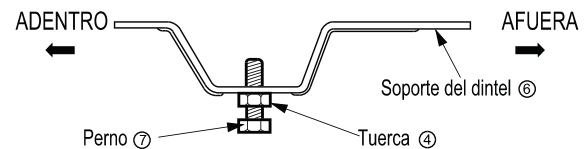

Fig. 3
3. Retire los bloque de poliestireno del embalaje del compresor. Fig. 3
3. Arme de modo flojo el soporte del dintel ⑥ usando las partes que se muestran en Fig. 3.